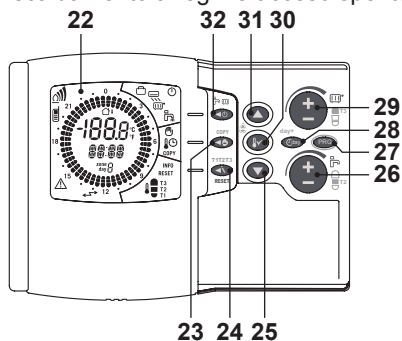
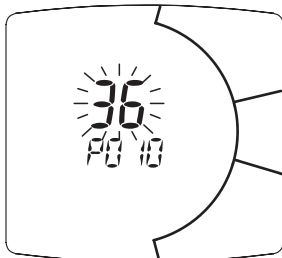
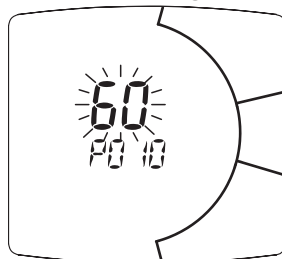

Figura 5.66
Figura 5.69
Figura 5.70
- Scorrere i vari parametri utilizzando il tasto 26 in Figura 5.66 fino a far apparire sul display LCD le lettere **P010** con sopra il relativo valore del parametro **36** (corrispondente ad un tempo di riaccensione di 3 minuti circa) che lampeggia, indicante l'entrata nel "parametro 10" (Figura 5.69).
sul pulsante 29 in Figura 5.66 fino a visualizzare un **set di 60**, aspettare che il numero programmato cominci a lampeggiare (Figura 5.70).